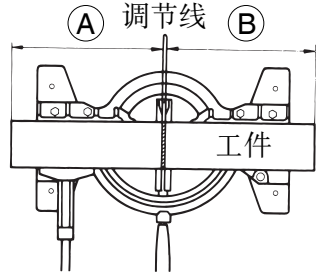

图 8
- (1) 由于锯条宽度表示锯割宽度，需要锯下长度 **Ⓐ** 的材料时，请将工件往右移动（图 8）。
- (2) 锯条达到最大转速后，轻轻按下把手以使锯条接近工件。
- (3) 锯条碰到工件后，请逐渐按下把手以进行锯割。
- (4) 锯割结束后（或锯进所需深度后），向上提高把手，使其返回原来位置。
- (5) 每次完成锯割后，都必须关掉本工具的开关。另外，必须等锯条完全停止转动后才能准备进行下一次锯割。